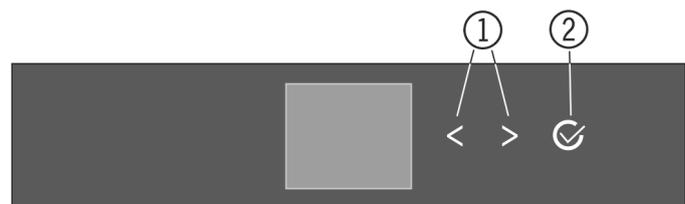
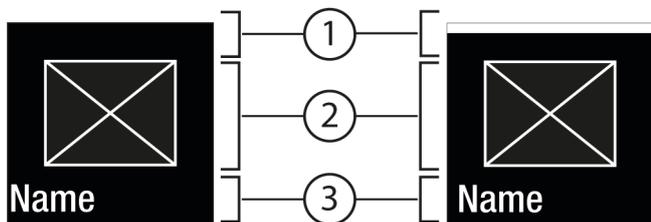
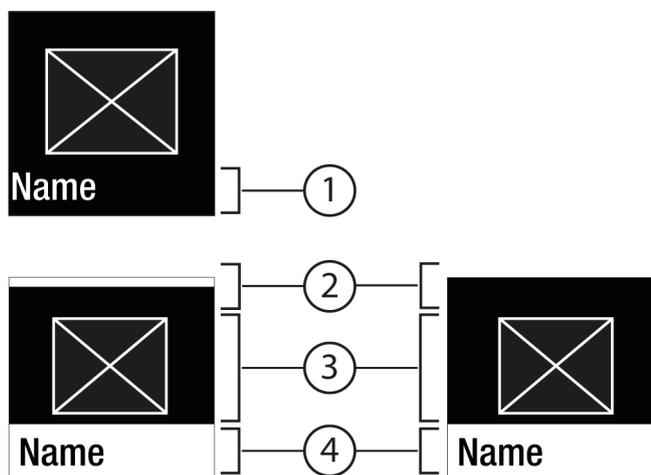

Fig. 5
Fig. 6
Fig. 7
(1) Навигационная стрелка влево / вправо
(2) Подтвердить
Навигационная стрелка влево / вправо Fig. 5 (1):
Подтвердить Fig. 5 (2):
- Навигация при помощи навигационной стрелки влево / вправо Fig. 5 (1).
- С помощью Подтвердить Fig. 5 (2) вызвать Подменю Fig. 7 (4).
- Установка нового значения: С помощью Подтвердить Fig. 5 (2) выбрать деактивированное значение Fig. 6 (1).
- Назад в меню: С помощью Подтвердить Fig. 5 (2) выбрать уже активированное значение Fig. 6 (2).
- ▶ Навигационные стрелки Fig. 5 (1) нажимайте до тех пор, пока не появится индикация функции.
- ▶ Нажмите на Подтвердить Fig. 5 (2).
- ▶ С помощью навигационных стрелок Fig. 5 (1) выберите значение настройки.
- ▷ Состояние: активировано Fig. 6 (1) появляется ненадолго в Подменю Fig. 7 (4).
- ▶ Нажимайте навигационные стрелки Fig. 5 (1) до тех пор, пока не появится индикация настроек .
- ▶ Нажимайте навигационные стрелки Fig. 5 (1) до тех пор, пока не появится индикация требуемой настройки.
- ▶ Нажмите и удерживайте в течение 3 секунд Подтвердить Fig. 5 (2).